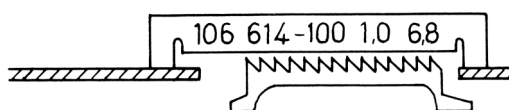

Рис. 14
Края зубцов транспортера в крайнем верхнем рабочем положении должны выступать над поверхностью игольной пластинки на 0,9 мм (рис. 14).
- Установить мостовой шаблон (01-066141-00) на игольную пластинку над транспортером (рис. 14).
Рис. 14а